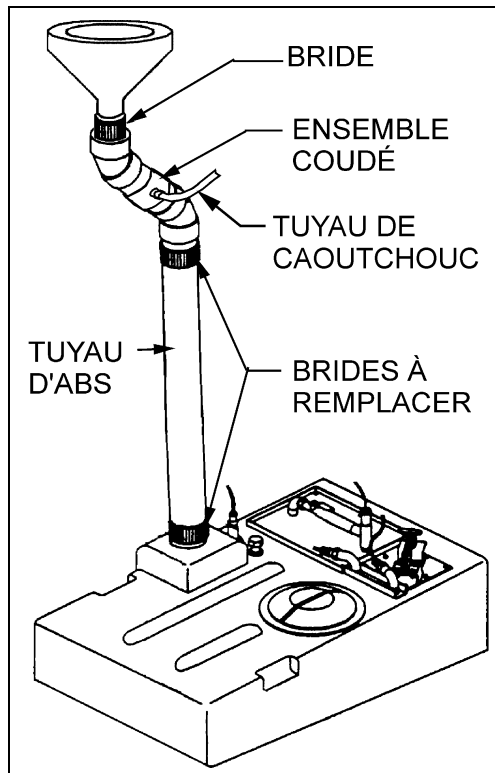

FIGURE 2: TUYAU DE RENVOI (AVANT)
2. Le retrait de la poubelle laisse paraître une ouverture au bas de la cloison du cabinet d'aisances. Localiser, dans cette ouverture, le tuyau de caoutchouc servant à l'aération de la cuvette (voir figure 2).
4. Ouvrir la porte du compartiment moteur et la porte du côté droit du moteur. Desserrer les vis des brides du tuyau d'ABS, retirer les brides et le tuyau d'ABS ainsi que l'ensemble coudé (voir figure 2).